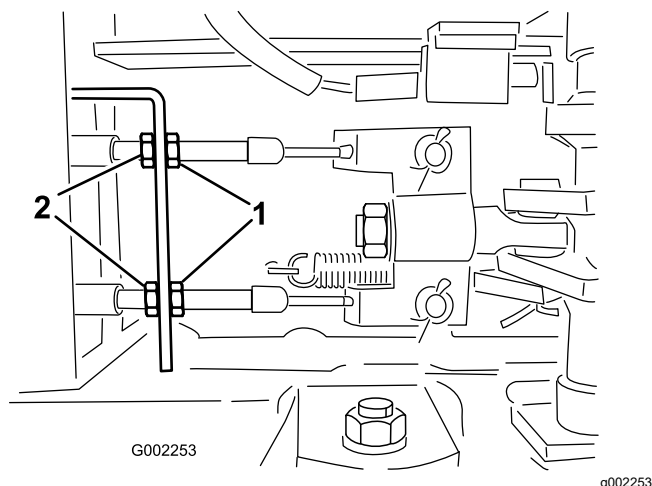

Figure 139
5. Desserrez les écrous de blocage avant sur les câbles de frein, sous l'extrémité avant du pulvérisateur (Figure 139).
6. Serrez les écrous de blocage arrière uniformément jusqu'à ce que la pédale s'enfonce de 1 à 2 cm avant que vous sentiez une résistance (Figure 139).